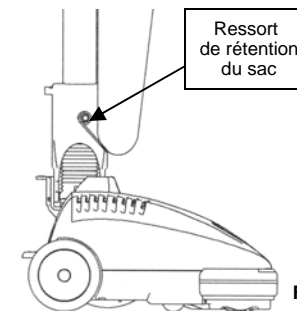

Fig. 4
- Attachez le ressort de rétention à la barre de tension du sac. (Fig. 4)